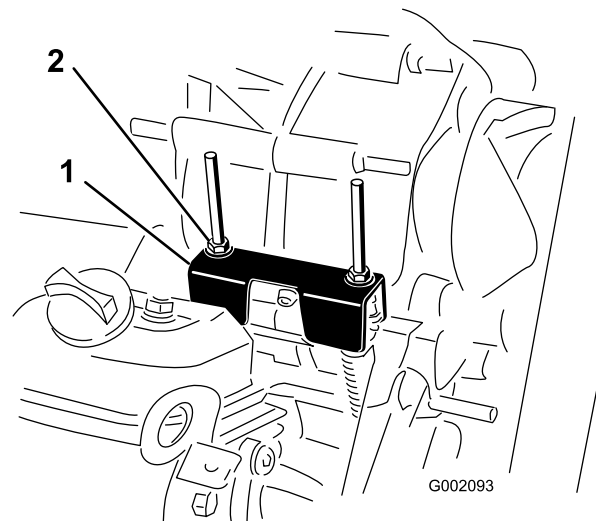

Figura 48
Para realizar operaciones de mantenimiento de rutina y/o diagnósticos del motor, debe ponerse el transeje en punto muerto (Figura 48). El selector de marchas del vehículo dispone de una posición de Punto muerto, que controla el punto muerto del transeje. Deben tomarse las siguientes medidas para asegurarse de que la palanca de cambios acciona correctamente el punto muerto del transeje:
2. Asegúrese de que la pletina de punto muerto está en posición de punto muerto (nivelada respecto al soporte de montaje del cable situado debajo del soporte del cambio de marchas) girando el embrague arrastrado (Figura 48).
3. Gire una de las contratuercas (Figura 48) para obtener un espacio de 0,76–1,52 mm entre la parte inferior de la tuerca/arandela y la pletina de punto muerto.